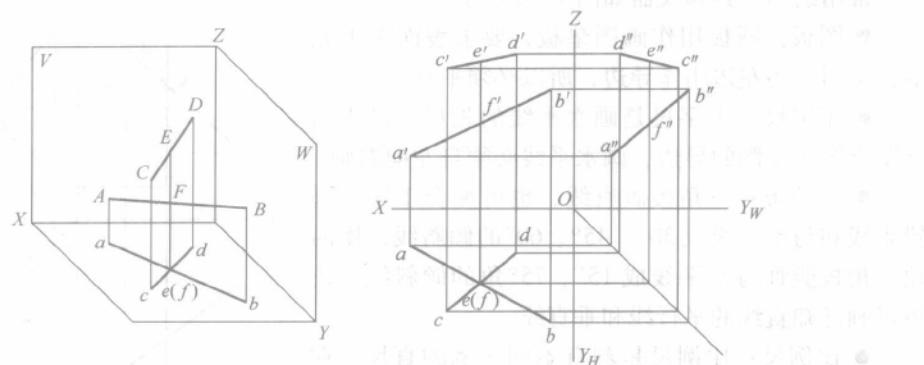

图 1-34 两交叉直线的位置关系直观图和投影图
3) 两交叉直线: 两交叉直线的同面投影可能相交, 重影点的可见性需根据它们另外的两投影来判别, 如图 1-34 所示。